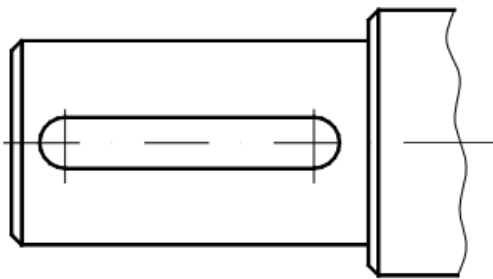

Fig.3. Vederea parțială a unei piese
- **Vedere parțială**, când într-o proiecție este reprezentat în vedere numai un element al obiectului, delimitată printr-o linie de ruptură (fig. 3);